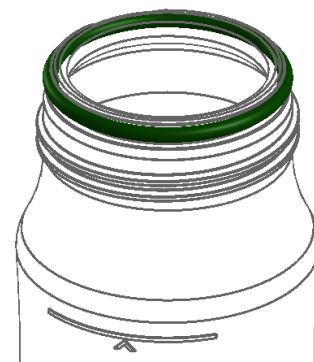

図3.
- Oリングが正しく取り付けられず、キャップが正しく締められていない場合、ガス注入と水の供給ができなくなることがあります(図3を参照)。